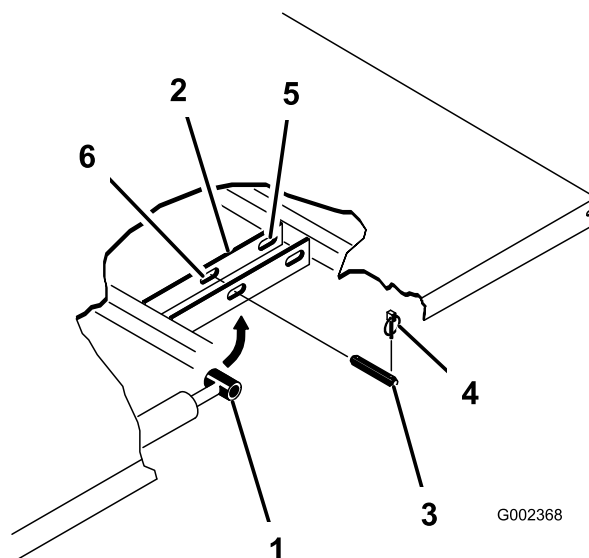

Рисунок 40
3. Удалите шплинты из наружных концов шплинтуемых штифтов (Рисунок 40).
4. Снимите шплинтуемые штифты, крепящие концы штоков гидроцилиндров к монтажным плитам кузова, протолкнув штифты внутрь (Рисунок 40).
5. Выньте шплинтуемые шплинты, которые крепят шарнирные кронштейны к швеллерам рамы (Рисунок 40).